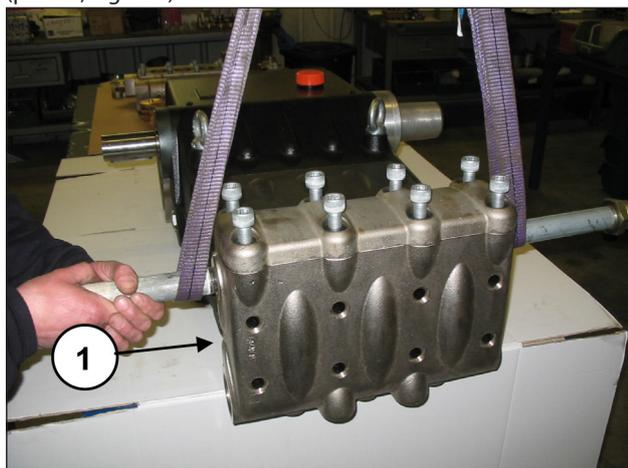
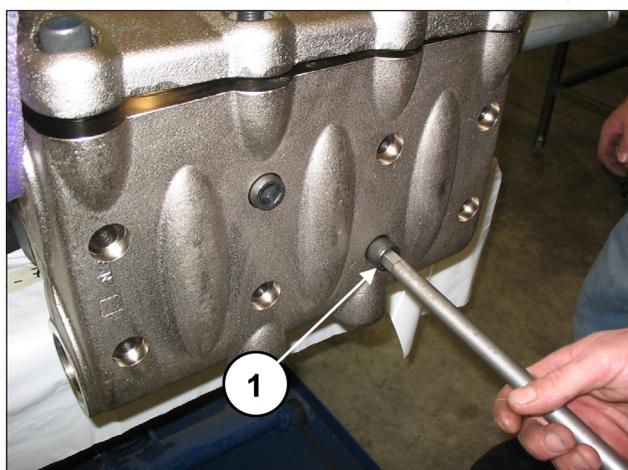

Fig. 134
Fig. 135
Montare la testata sul carter pompa (pos. ①, Fig. 134) facendo attenzione a non urtare i pistoni ed avvitare le 8 viti M16x150 (pos. ①, Fig. 135).
**Serrare le 8 viti M16x150 partendo dalle 4 viti interne in modo incrociato (vedere Fig. 135), per poi proseguire con le 4 viti esterne, sempre serrando in modo incrociato**